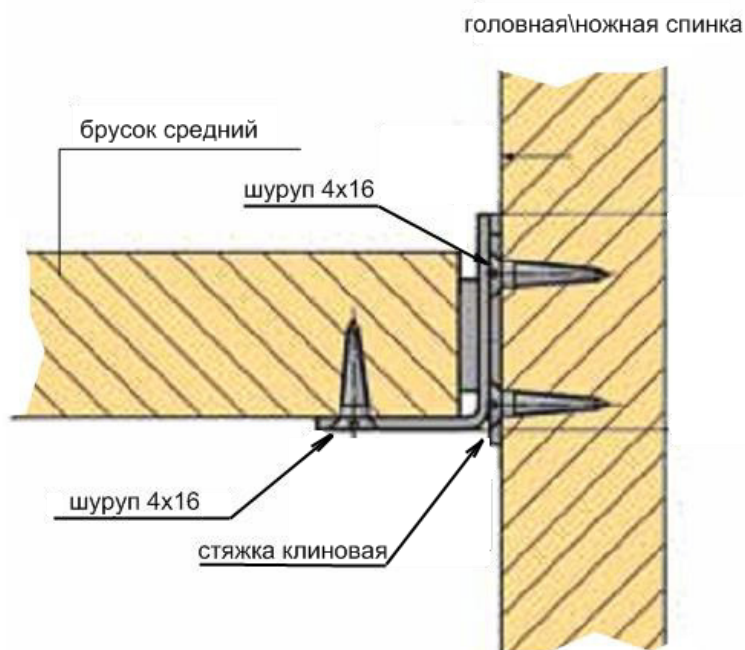

Рис. 2
5. Установить монтажные планки клиновых стяжек на головную и ножную спинки, закрепив их шурупами 4x16мм (по 4 шурупа на каждую стяжку) (см. рис.2).
6. Присоединить уголки клиновых стяжек к среднему бруску с помощью шурупов 4x16мм по выполненным наколам (по 3 шурупа на каждый уголок) (см. рис.2).